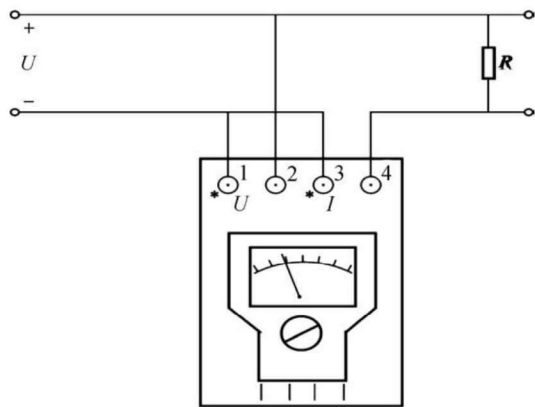

图 1-15 功率表测功率
(2) 电功率是利用功率表进行测量的，其测量线路如图1-15所示。